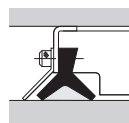

図2 補強ワイパ
- (3) 切削粉や溶接スパッタなどがかかる箇所には、ジャバラ、テレスコピックなどの防塵カバーを使用するか、図2のような金属板で補強されたワイパの検討が必要です。